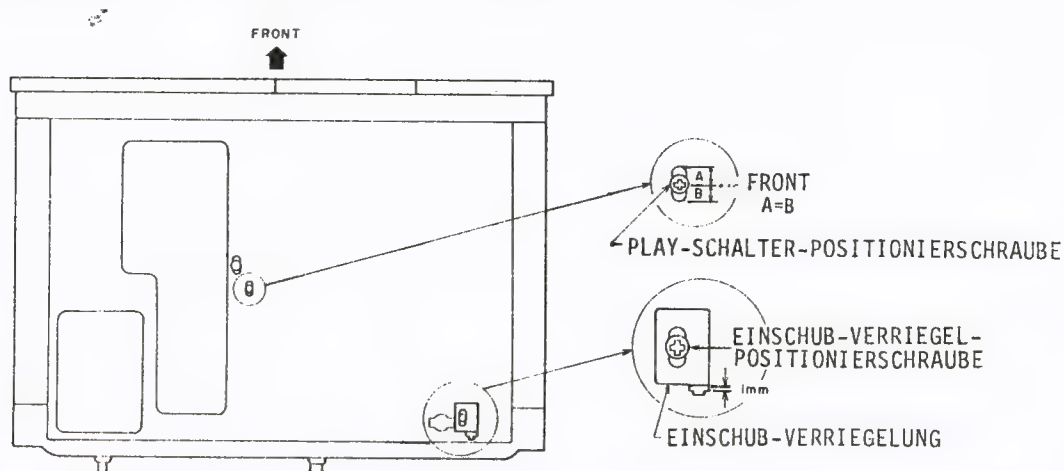

Abb. 6-7 Wiedergabeschalter/Einschub-Verriegel Positions-Einstellung
## 6-9 EINSTELLUNG DER PLAY-SCHALTER (SW902) POSITION (Siehe Abb. 6-7)
- 2) Die Play-Schalter-Positionierschraube in der Mitte des Schraubenlochs (Siehe Abb. 6-7) festziehen.
- 2) Die Einschub-Verriegel-Positionierschraube in der Position festziehen, so daß, wie aus Abb. 6-7 ersichtlich, 7mm Abstand zwischen der Einschubverriegelung und der Öffnung in der Bodenabdeckung entstehen.